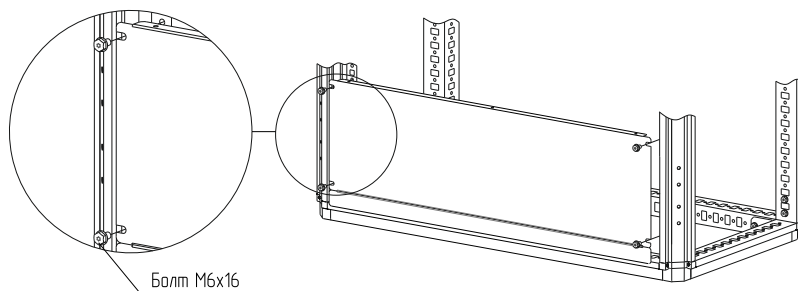

Рисунок 23
4.11.3 Установите фальш-панель внутреннюю глухую на уголки вертикальные для фальш-панелей внутренних на нужной высоте болтами М6х 16 (рисунок 23). Момент затяжки – 7 Н·м. Болты приобретаются отдельно.